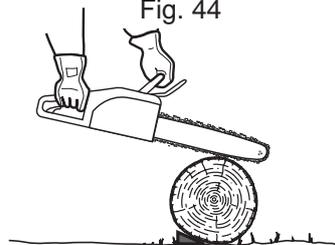

Fig. 45
- > Si le diamètre du tronc est suffisamment large pour introduire une cale souple sans toucher la chaîne, utiliser la cale pour maintenir l'entaille ouverte et éviter tout coincement (Fig. 45).